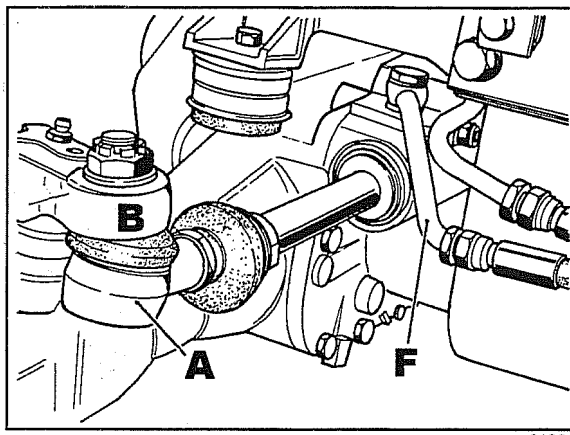

Fig. 69
- b. Desligar o tubo que funciona da descarga rodando o volante para a direita (**F** fig. 69).
1. Desligar de um lado o junto esférico **A** fig. 69 do veio do cilindro, enquanto que do outro lado é necessário retirar o junto desligando-o quer do veio do cilindro quer do braço **B** fig. 69 do cubo da roda.